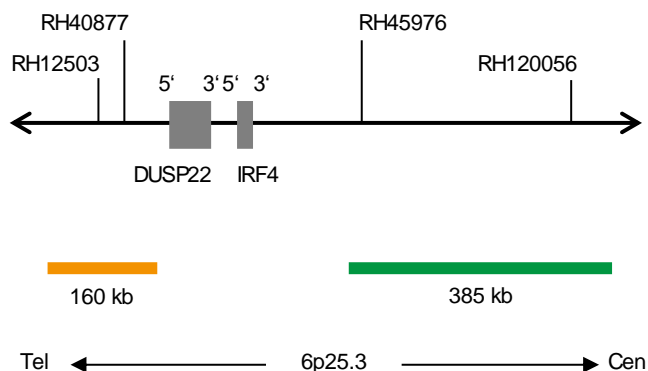

Abb. 1: SPEC IRF4,DUSP22 Sondenlokalisation (nicht maßstabsgetreu)
- ZyGreen (Anregung 503 nm/Emission 528 nm) markierten Polynukleotiden (~10 ng/ $\mu$ l), die gegen Sequenzen in 6p25.3\* (chr6:557,233-940,968) gerichtet sind, welche proximal zur IRF4,DUSP22-Bruchpunktregion lokalisiert sind (siehe Abb. 1).
- ZyOrange (Anregung 547 nm/Emission 572 nm) markierten Polynukleotiden (~4,5 ng/ $\mu$ l), die gegen Sequenzen in 6p25.3\* (chr6:114,722-273,908) gerichtet sind, welche distal zur IRF4,DUSP22-Bruchpunktregion lokalisiert sind (siehe Abb. 1).